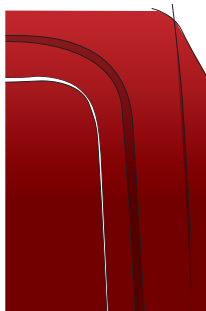

Figure 10
- Le travail terminé (FIG. 10), réchauffer entre 80°C et 90°C les parties qui ont subi une déformation.